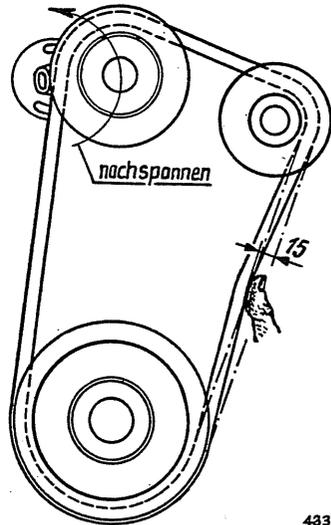

Bild Nr. 108
3. Keilriemen durch Anheben der Wasserpumpe auf richtige Spannung bringen (siehe Bild Nr. 108) und Befestigungsschrauben der Wasserpumpe festziehen. Reicht bei neu aufgelegtem Keilriemen der Spielraum in den Langlöchern nicht aus, so sind die Langlöcher im Gehäuse (109/1) nachzuarbeiten.